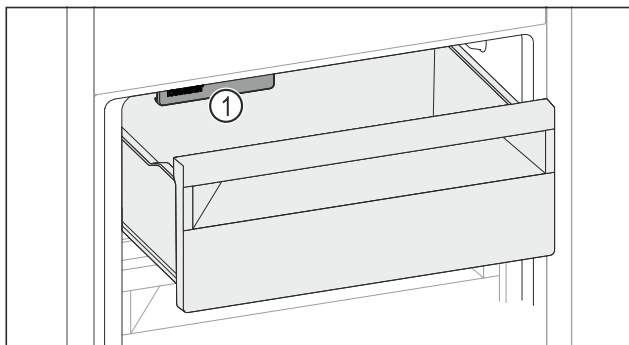

Fig. 131
- ▶ Учитывайте IceMaker Fig. 131 (1).